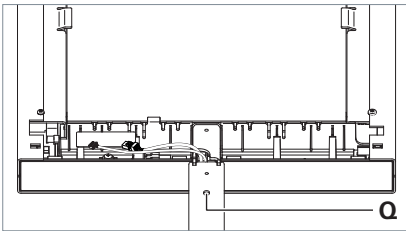

Fig. 8: Régler l'inclinaison.
- ▶ Soulevez la tête du luminaire pour l'aligner verticalement et vissez fermement à la main au tube porteur la vis de réglage **Q** dans le sens contraire des aiguilles d'une montre, voir Fig. 8.